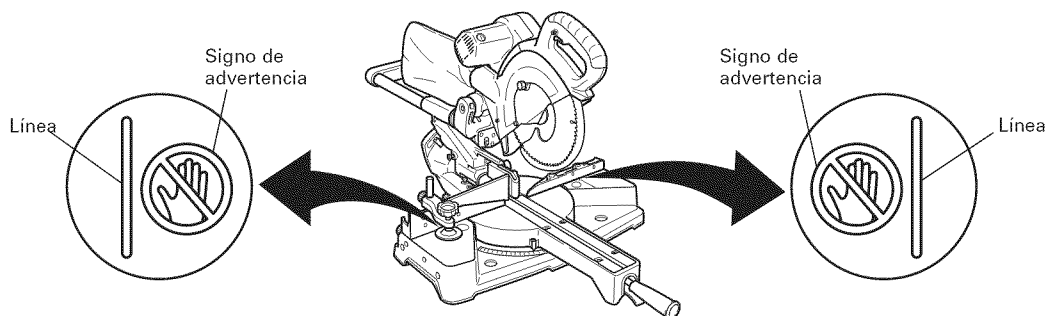

Fig. 24
* No coloque nunca sus miembros dentro de la línea cerca del signo de advertencia mientras esté utilizando la herramienta. Esto podría resultar peligroso (consulte la Fig. 24).